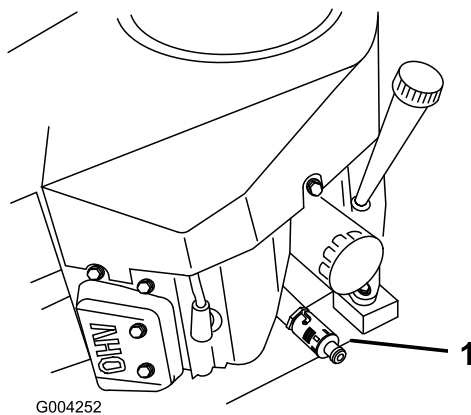

Figura 32
- Retire el filtro de aceite usado (Figura 32).
- Aplice una capa fina de aceite nuevo a la junta de goma del filtro nuevo (Figura 32).
- Instale el filtro de repuesto en el adaptador de filtro; gire el filtro en el sentido de las agujas del reloj hasta que la junta de goma entre en contacto con el adaptador del filtro, luego apriete el filtro tres cuartos de vuelta más (Figura 32).